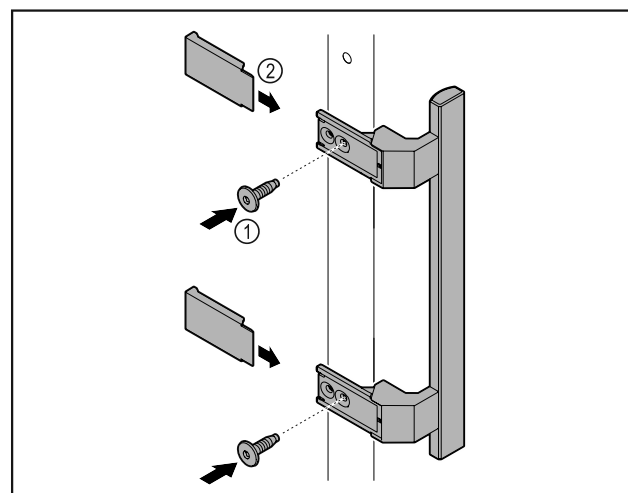

Fig. 8
► 用随附的螺钉 Fig. 8 (1) 将附件包中的把手安装到门上。
► 安放盖板 Fig. 8 (2)。